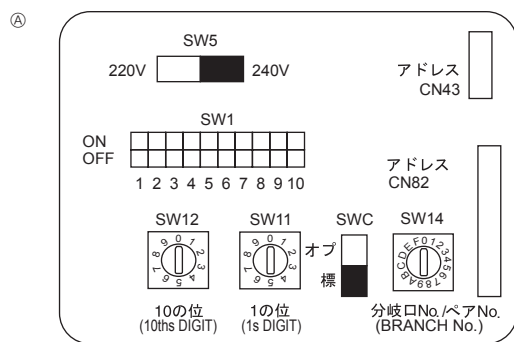

Fig. 7-4
7.5. Установка адресов (Fig. 7-4)
④ Адресный щит
7.6. Определение температуры в помещении встроенным датчиком пульта дистанционного управления (Fig.7-4)